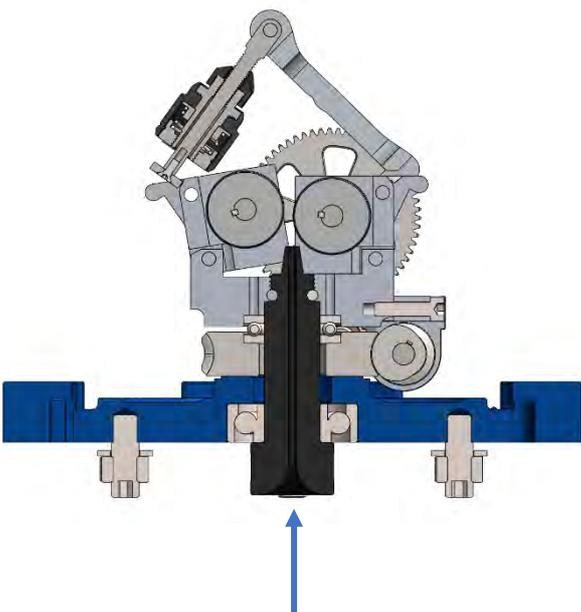

Figure 18
4. Il est maintenant possible de faire passer le fil de soudure à travers le Twister, à travers le trou du noyau en plastique noir situé dans la partie inférieure, jusqu'à ce qu'il atteigne la sortie du côté opposé comme indiqué sur les figures 18 et 19;